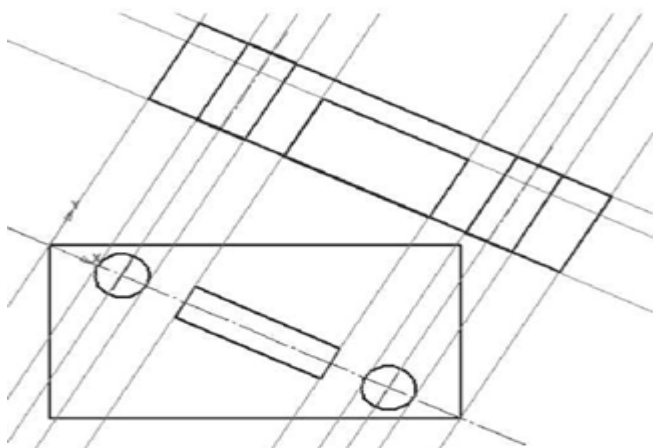

Рис. 103
5.Используя различные команды панели инструментов *Геометрия*, обвести контур изображения разреза (рис. 103). Удалить вспомогательные прямые: меню *Редактор* ® *Удалить* ® *Вспомогательные прямые и токи* ® *В текущем виде*